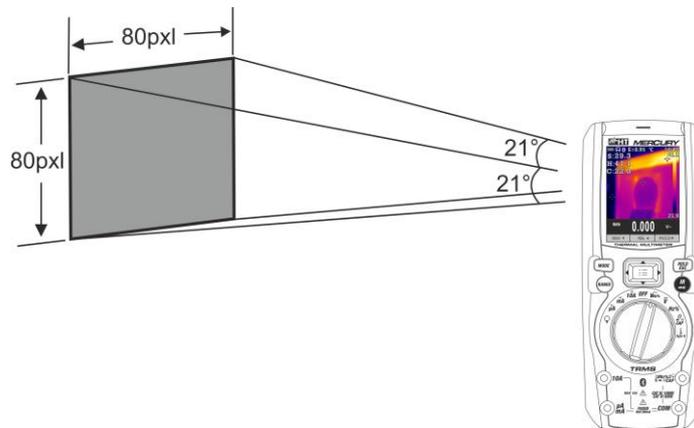

Fig. 39: Representación del campo visual (FOV) del instrumento MERCURY
7. Para medidas precisas de temperatura asegúrese de que la superficie del objeto en prueba sea siempre mayor de la superficie efectivamente medible por el instrumento expresada por su campo visual (FOV = Field Of View). El instrumento MERCURY tiene un campo visual igual a 21° x 21° y un vector de detección de 80x80 (6400) pxl como se muestra en Fig. 39